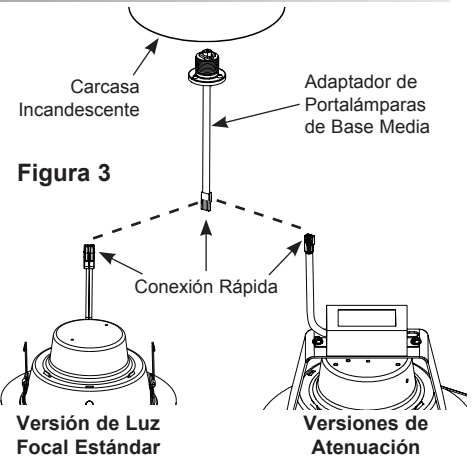

Figura 3
**Paso 3. La instalación en carcasas ya existentes con portalámparas de base media:** Enrosque el adaptador de portalámparas de base media en el portalámparas, en la carcasa empotrada. Enchufe el conector proporcionado en el borde al conector de acoplamiento en el adaptador de portalámparas presionando firmemente para asegurar que los conectores estén bien sujetos (Figura 3).